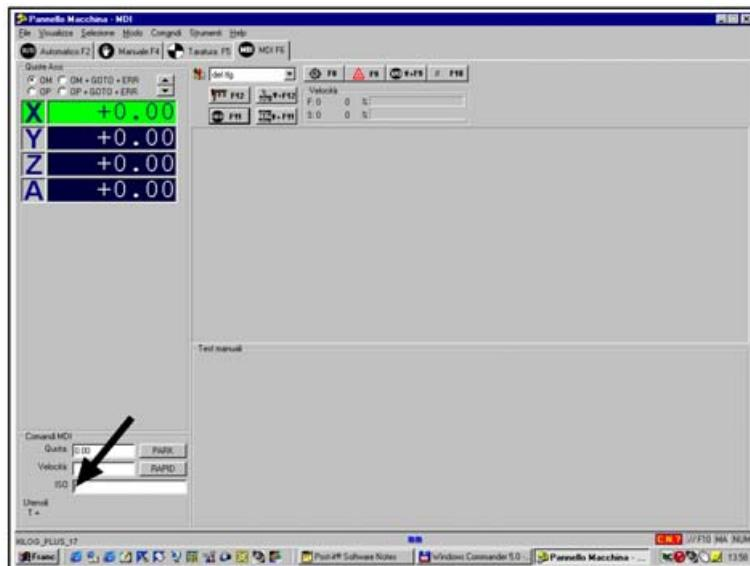

Fig. 20.4.2c
- posizionarsi sul campo "ISO" (Fig. 20.4.2c)